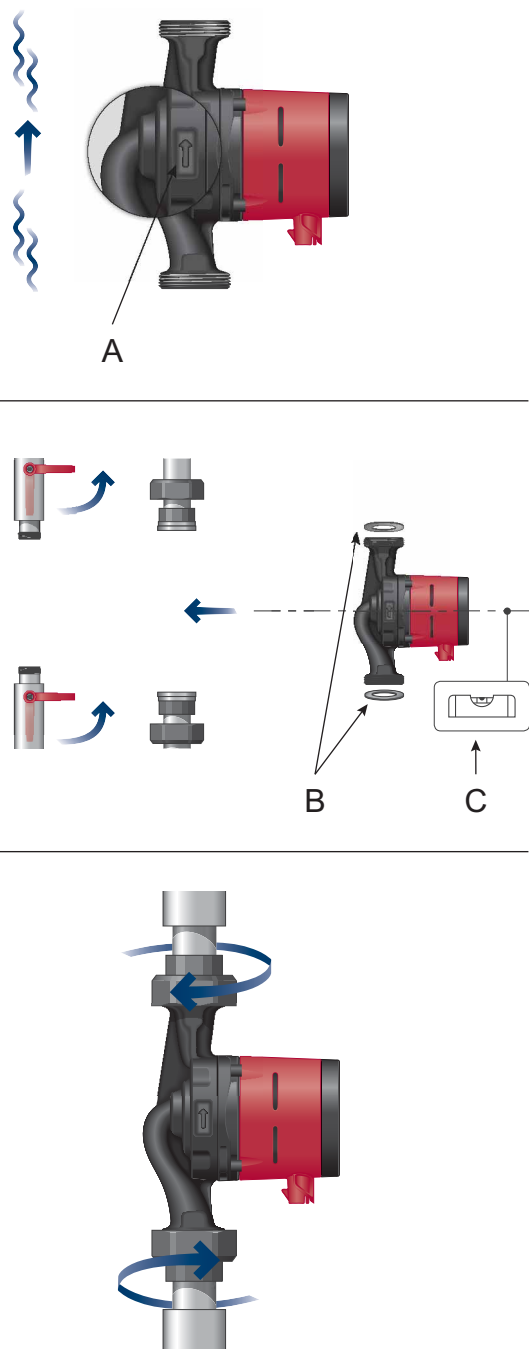

Fig. 5 Montarea Grundfos ALPHA2
Săgețile de pe carcasa pompei indică direcția de curgere a lichidului prin pompă. Vezi fig. 5, poz. A.
1. Fixați cele două garnituri livrate atunci când pompa este montată pe conductă. Vezi fig. 5, poz. B.
2. Instalați pompa cu arborele motorului orizontal. Vezi fig. 5, poz. C. Vezi și secțiunea 4.2 Pozițiile cutiei de control.